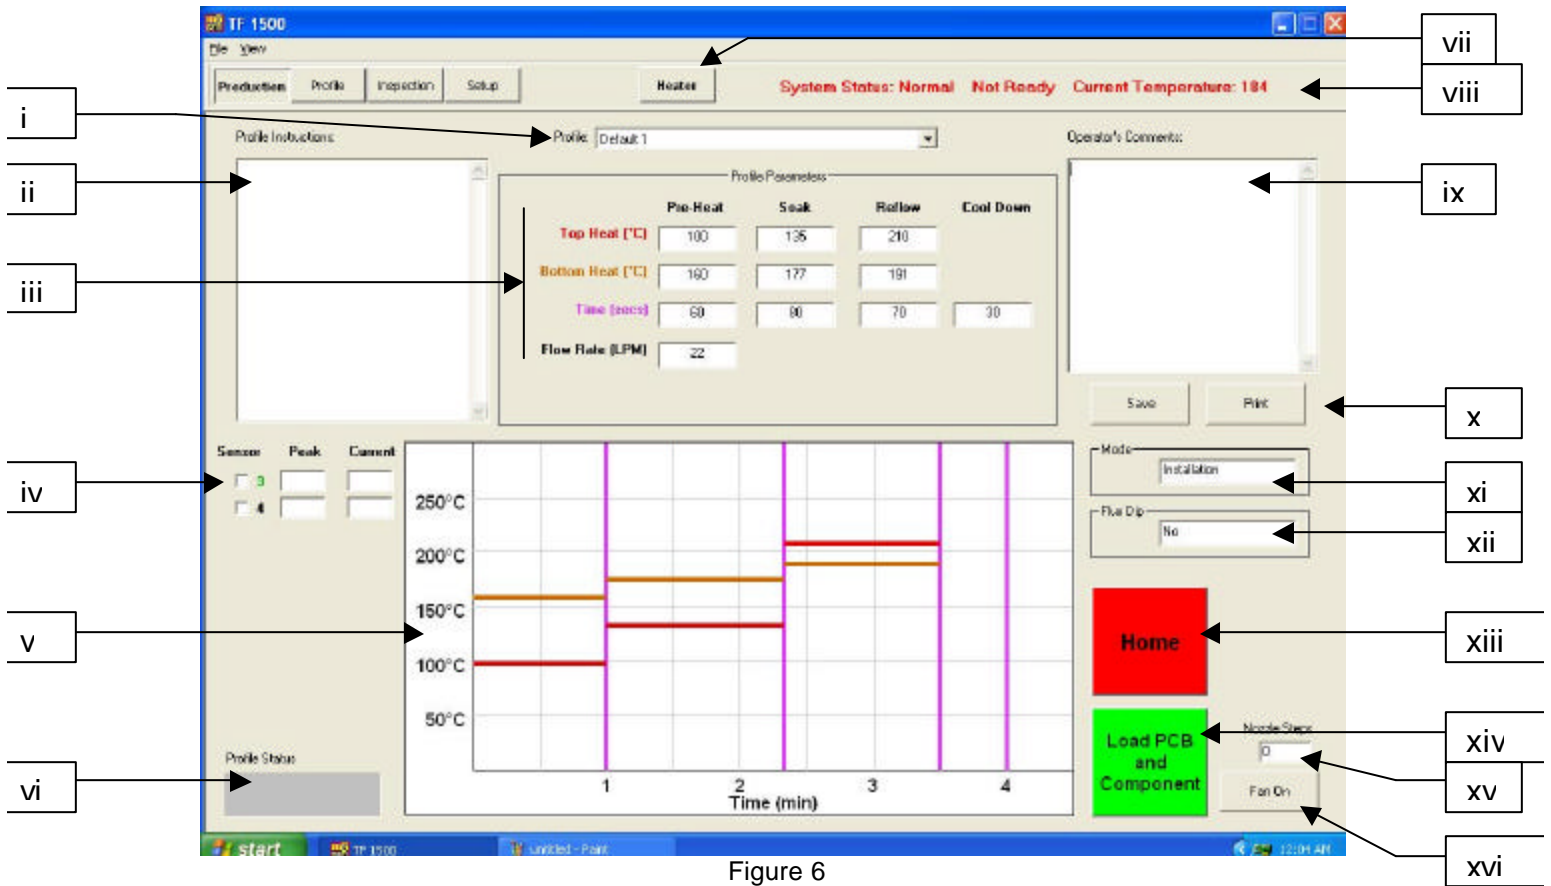

Figure 6
g. Caractéristiques de l'écran de fabrication (Figure 6)